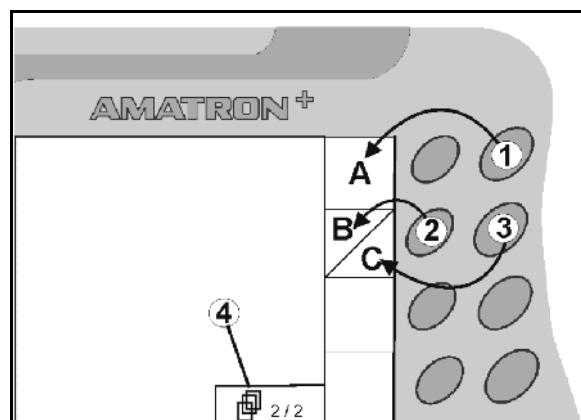

Fig. 7
- Dacă pe display apar câmpuri pătrate, atunci numai tasta din dreapta (Fig. 7/1) este alocată câmpului funcțional (Fig. 7/A).
- tasta din stânga (Fig. 7/2) este alocată câmpului funcțional din stânga sus (Fig. 7/B).
- tasta din dreapta (Fig. 7/3) este alocată câmpului funcțional din dreapta jos (Fig. 7/C).
• răsfoire în alte pagini de meniu (este posibilă numai când simbolul (Fig. 7/4) apare pe display)